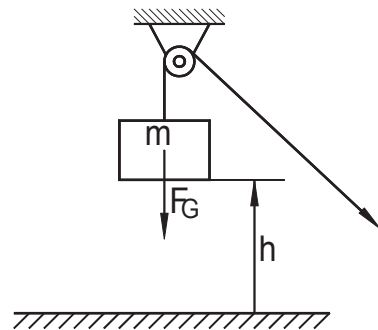

Abb. 1.1
- Ein Körper der Masse m wird auf die Höhe h gehoben (Abbildung 1.1). Dabei ist an ihm die Hubarbeit $W = F_G \cdot h = m \cdot g \cdot h$ verrichtet worden. Wo ist diese Arbeit „geblieben“?